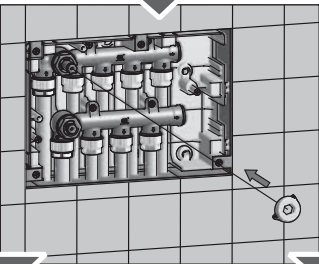
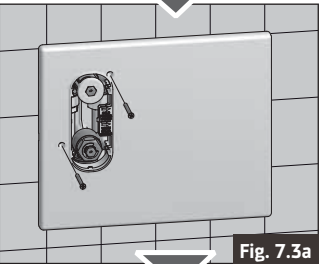
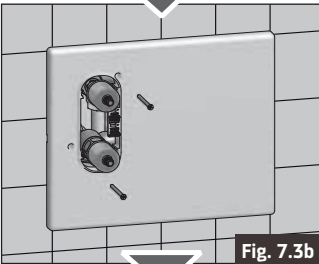

Fig. 7.2
Fig. 7.3a
Fig. 7.3b
- Verwijder de pleisterbescherming zodat de binnenkant van de doos kan worden geïnspecteerd (Fig. 7.2).
Verwijder de pleisterbescherming 7 in Fig. 2 en breng de sleutel voor het handbediend openen van de kranen 8 in Fig. 2 (zie het deel "Wandmontage", Fig. 7.2). Breng de deksel 10 aan in Fig. 2 met de speciale schroeven en houd hem op zijn plaats zonder dat u de schroeven helemaal aandraait om te vermijden dat de deksel verbuigt. Verricht deze handeling op een dergelijke wijze dat de pennen van de doos in de daarvoor bestemde openingen in de doos schieten (Fig. 7.3a). Breng vervolgens de plaat 9 aan in Fig. 2 en laat de 4 geleiders over de speciale sleuven in de opening van de deksel 10 lopen tot hij vast zit (Fig. 7.4a). De plaat kan tijdelijk uit de deksel worden verwijderd als u de kranen wilt inspecteren, openen of sluiten. De deksel kan tijdelijk worden verwijderd als u de collectoren of de aansluitingen van de leidingen wilt controleren.
Verwijder de pleisterbescherming 7 in Fig. 2 (zie het deel "Wandmontage", Fig. 7.2). Breng de deksel 10 aan in Fig. 2 met de speciale schroeven en houd hem op zijn plaats zonder dat u de schroeven helemaal aandraait om te vermijden dat de deksel verbuigt. Verricht deze handeling op een dergelijke wijze dat de pennen van de doos in de daarvoor bestemde openingen in de doos schieten (Fig. 7.3b). Breng de pennen (B), zie Fig. 3, aan op de koppelingen van de kranen van de collector (A) en zet ze vast met de meegeleverde schroeven (C). Monteer de verchroomde doppen (D) met de geribbelde pennen en druk ze helemaal aan. Breng de rode en blauwe ring aan in de goten in de geperforeerde plaat 9 in Fig. 2 zodat u de kranen voor koud en warm water kunt herkennen zonder dat u de binnenkant moet inspecteren. Breng vervolgens de geperforeerde plaat 9 aan en laat de 4 geleiders over de speciale sleuven in de opening van de deksel 10 lopen tot hij vast zit (Fig. 7.4b). Voltooi de montage van de draaiknoppen door de verchroomde doppen (E) vast te zetten. De plaat kan tijdelijk worden verwijderd als u de kranen wilt inspecteren of openen of sluiten, mits u de doppen van de draaiknoppen verwijderd. De deksel kan tijdelijk worden verwijderd als u de collectoren of de aansluitingen van de leidingen wilt controleren.